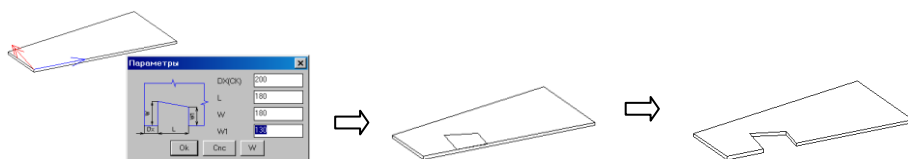

Рис. 5.9. Вырез на стороне
- 3) Ввести в диалоговом окне параметры выреза и его смещение от базовой точки выреза (рис. 5.9). Задавая параметры, учитывайте направление осей СК выреза.